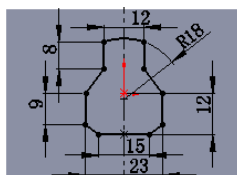

图 16.2.5 横断面草图
② 定义横断面草图。在草图环境中绘制图 16.2.5 所示的横断面草图。
③ 选择下拉菜单 **插入(I)** → **退出草图** 命令，退出草图环境，此时系统弹出“凸台—拉伸”对话框。
(3) 定义拉伸深度属性。
① 定义深度方向。采用系统默认的深度方向。